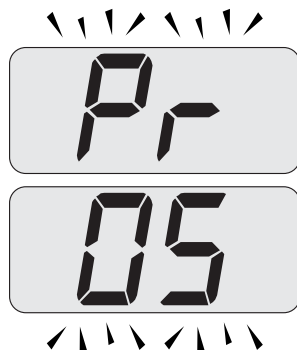

Figura 8.5
- Scorrere i vari parametri utilizzando i tasti 17o 18fino a far apparire sul display LCD le lettere **Pr** che si alternano con il codice **05**, indicanti l'entrata nel "parametro 05"(Figura 8.5).
- Premendo contemporaneamente i tasti 16e 17(Figura 8.3) si esce senza modificare il valore (ritorno alla lista parametri Figura 8.5)